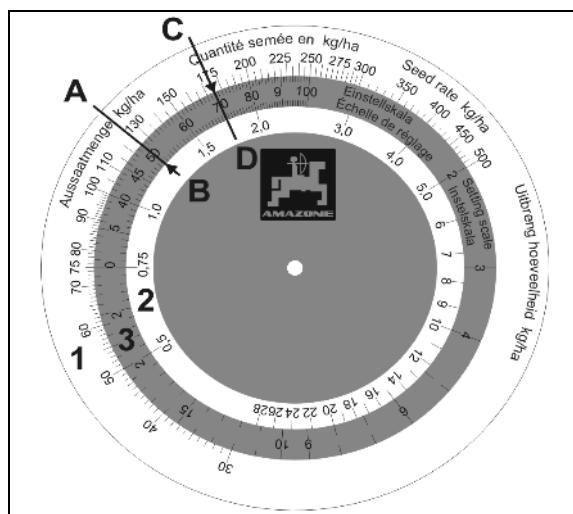

Рис. 80
Логарифмический диск имеет три шкалы: внешней шкалы белого цвета (Рис. 80/1) для всех норм высева свыше 30 кг/га и внутренней шкалы белого цвета (Рис. 80/2) для всех норм высева ниже 30 кг/га. На средней, цветной шкале (Рис. 80/3) указаны положения редуктора от 1 до 100.
2. Значение нормы высева – **125 кг/га** (Рис. 80/A) и положение редуктора – **50** (Рис. 80/B) устанавливаются на логарифмическом диске друг над другом.
3. Теперь с помощью логарифмического диска узнайте значение положения редуктора для нужной нормы высева **175 кг/га** (Рис. 80/C). На нашем примере положение редуктора равно **70** (Рис. 80/D).